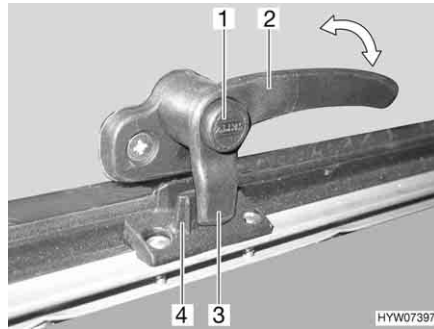
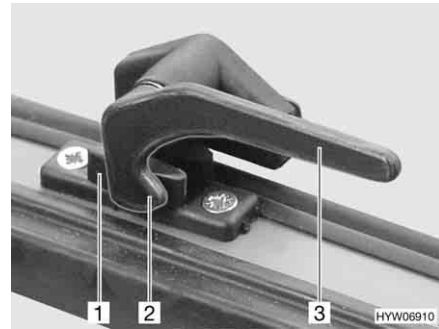

Fig. 76 Palanca de bloqueo con botón de seguridad en la posición de "cerrado"
Fig. 77 Palanca de bloqueo en la posición de "cerrado"
- Si existe, pulsar el botón de seguridad (Fig. 76,1) y mantenerlo pulsado.
- Girar la palanca de bloqueo (Fig. 76,2 ó Fig. 77,3) un cuarto de vuelta hacia la mitad de la ventana.
- Girar la palanca de bloqueo (Fig. 76,2 ó Fig. 77,3) un cuarto de vuelta hacia el marco de la ventana. El saliente de bloqueo (Fig. 76,3 ó Fig. 77,2) de la palanca de bloqueo se encuentra en la cara interior del bloqueo de la ventana (Fig. 76,4 ó Fig. 77,1).
- En la posición "cerrada fijamente" (Fig. 76 y Fig. 77)